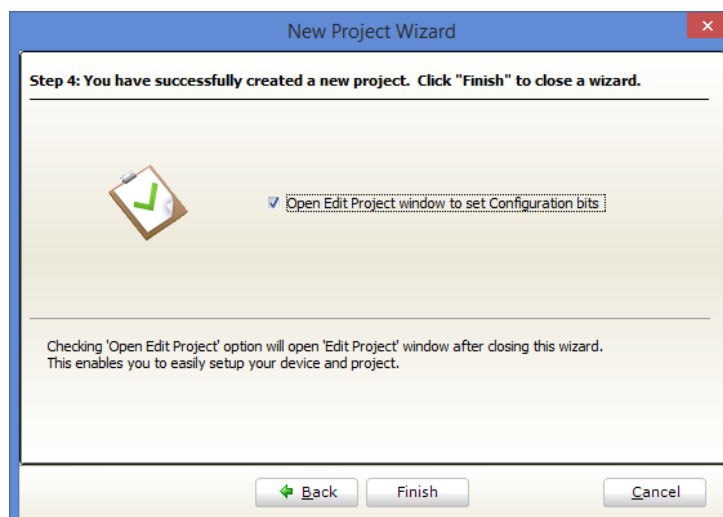

Figura 8: 10º Passo.
- **10º Passo:** Em seguida habilite a opção “Open Edit Project window to set Configuration bits” na janela mostrada na Figura 8. Em seguida selecione o botão “Finish” e uma outra janela para configurações avançadas de compilação abrirá.